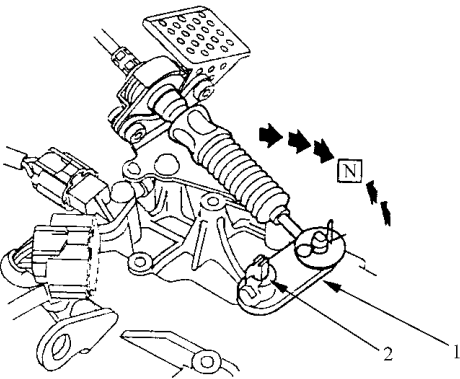

图 5-74 确认换挡杆处于 N 位置
5) 如图 5-74 所示，确认控制杆处于 N 位置。必要时，将控制杆换至 N 位置。换挡至 N 位置时，不要挤压控制轴端。如果控制轴端被挤压在一起，由于控制轴与开关之间的轴向间隙，将会产生错误的信号或档位。